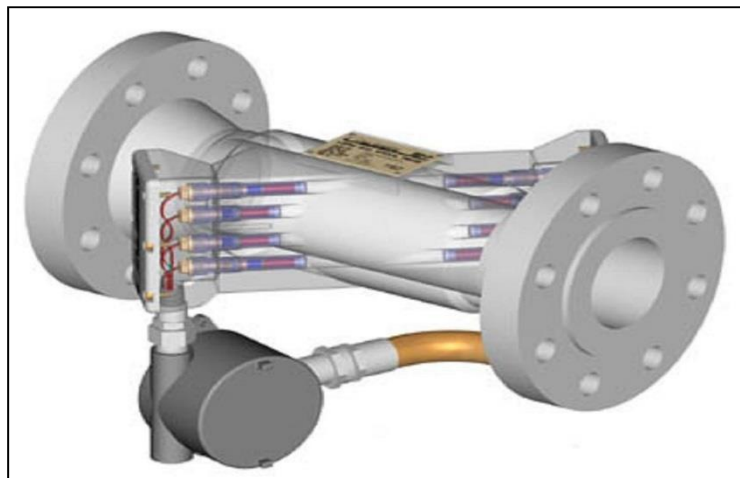

Ilustración 9: Medidor tipo efecto Doppler
- **Doppler:** Este tipo de medidor también utiliza dos transductores. En este caso están montados en un mismo compartimiento sobre un lado de la tubería tal como se muestra en la ilustración 9. Una onda ultrasónica de frecuencia constante se transmite al fluido por medio de uno de los elementos. Partículas sólidas o burbujas presentes en el fluido reflejan la onda de sonido hacia el elemento receptor. (BUENO, D., NIETO, W., 2010)